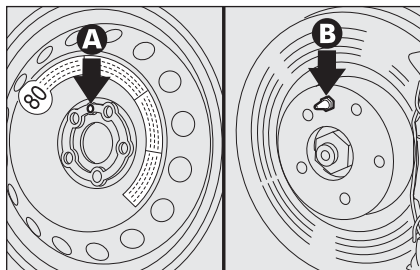

fig. 10
- monter la roue compacte en faisant coïncider un des trous **A-fig. 10** au pion de centrage correspondant **B**;
- monter la roue normale en se rappelant que le pion **B-fig. 10** doit coïncider avec un des trous **A**;